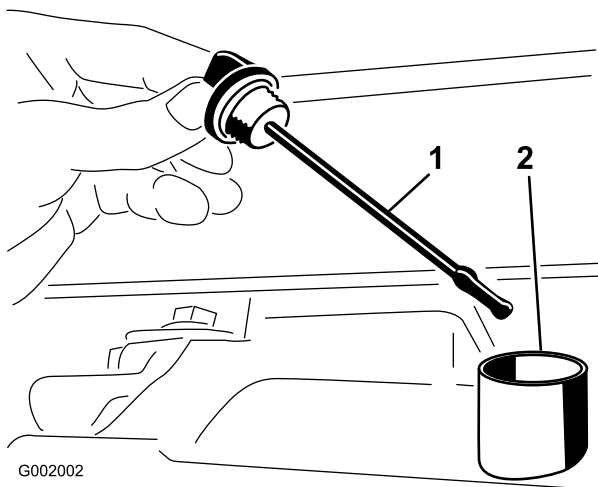

図 68
2. トランスアクスルのディップスティックを抜き、ウェスで一度きれいに拭く(図 68)。